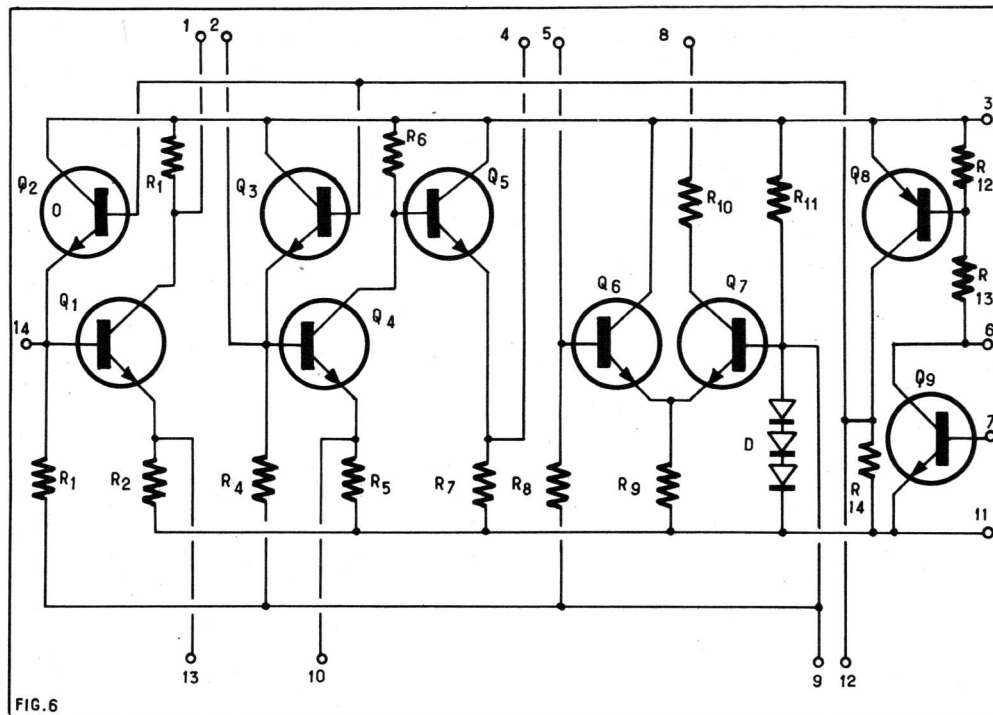
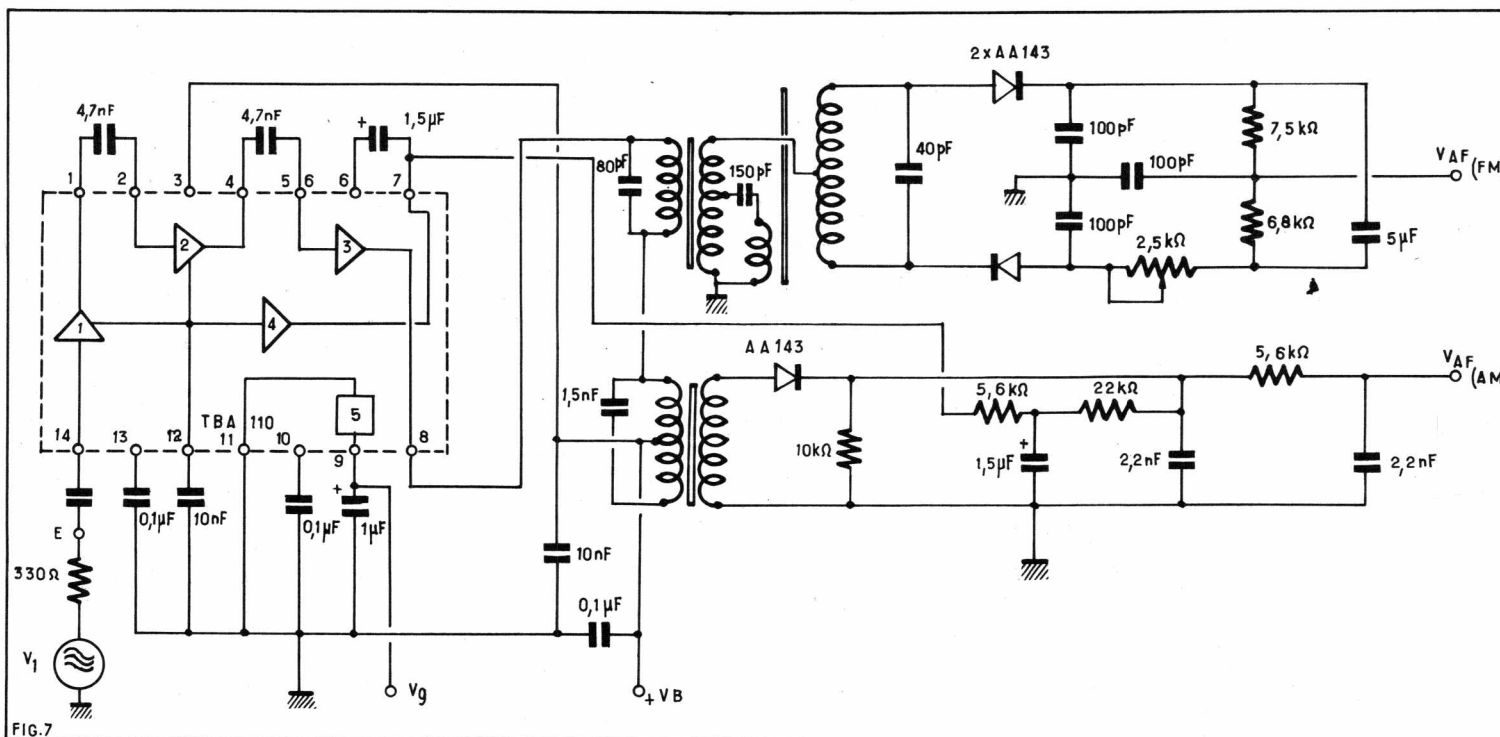

FIG. 6
FIG. 7
On donne à la figure 6 le schéma détaillé de l'intérieur du circuit intégré TBA110 dans lequel se trouvent les parties suivantes : un amplificateur à large bande à trois étages dont deux commandés par le CAG et l'étage de sortie, respectivement (1), (2) et (3) sur le schéma synoptique de la figure 5 ; un circuit de CAG (4) amplificateur ; un circuit stabilisateur pour la polarisation des transistors.
Sur la figure 6 on n'a indiqué que les points 1 à 14 disposés dans l'ordre logique en deux groupes. Commençons par l'amplificateur (1). Son entrée est au point 14 et sa sortie au point 1 ; il se compose par conséquent du transistor  $Q_1$  monté en émetteur commun. Le signal
Le montage de la figure 7 est proposé comme montage de mesures, mais il faut peu de choses pour qu'il soit utilisable comme tuner AM/FM en le complétant avec des bobinages selon les indications de la figure 6.
Considérons les deux figures 6 et 7 à la fois. Le tuner FM possède un transformateur MF de sortie accordé sur 10,7 MHz dont le signal, à cette fréquence, pourra être appliqué à l'en-
Ceci est effectué par la liaison (voir figure 7) entre ce point et la résistance de 5,6 k $\Omega$  du circuit détecteur AM.
Le point  $V_g$  de la figure 6 permet de disposer d'une polarisation à appliquer éventuellement à d'autres circuits, par exemple aux amplificateurs HF, des tuners AM et FM.
On a effectué les mesures sur le montage de la figure 7 en position FM, pour deux tensions d'alimentation différentes :